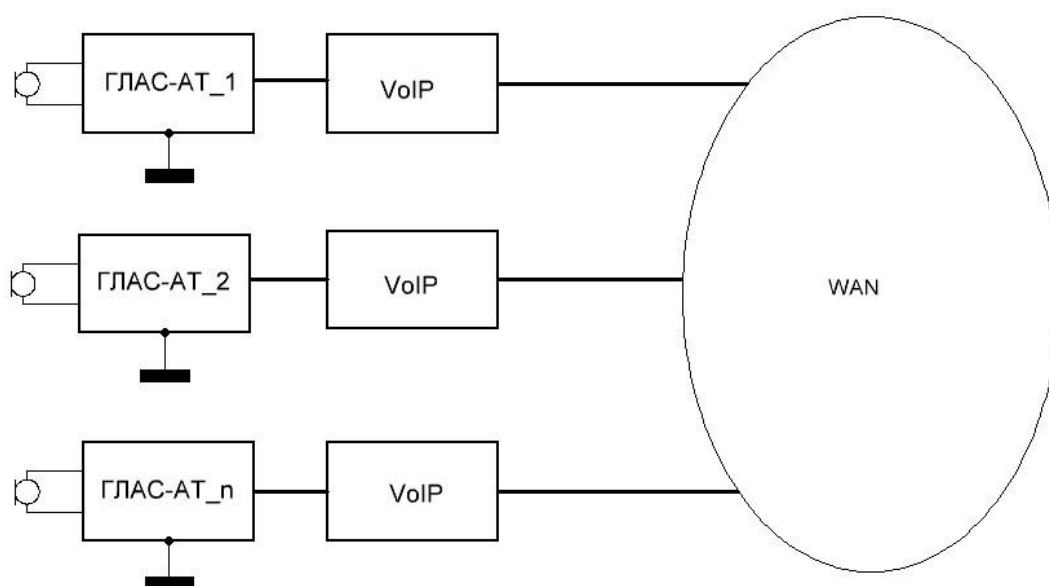

Рис.6. Соединение Звезда (n=1..29).
7.5. Соединение Звезда режима АТ (Рис.6)